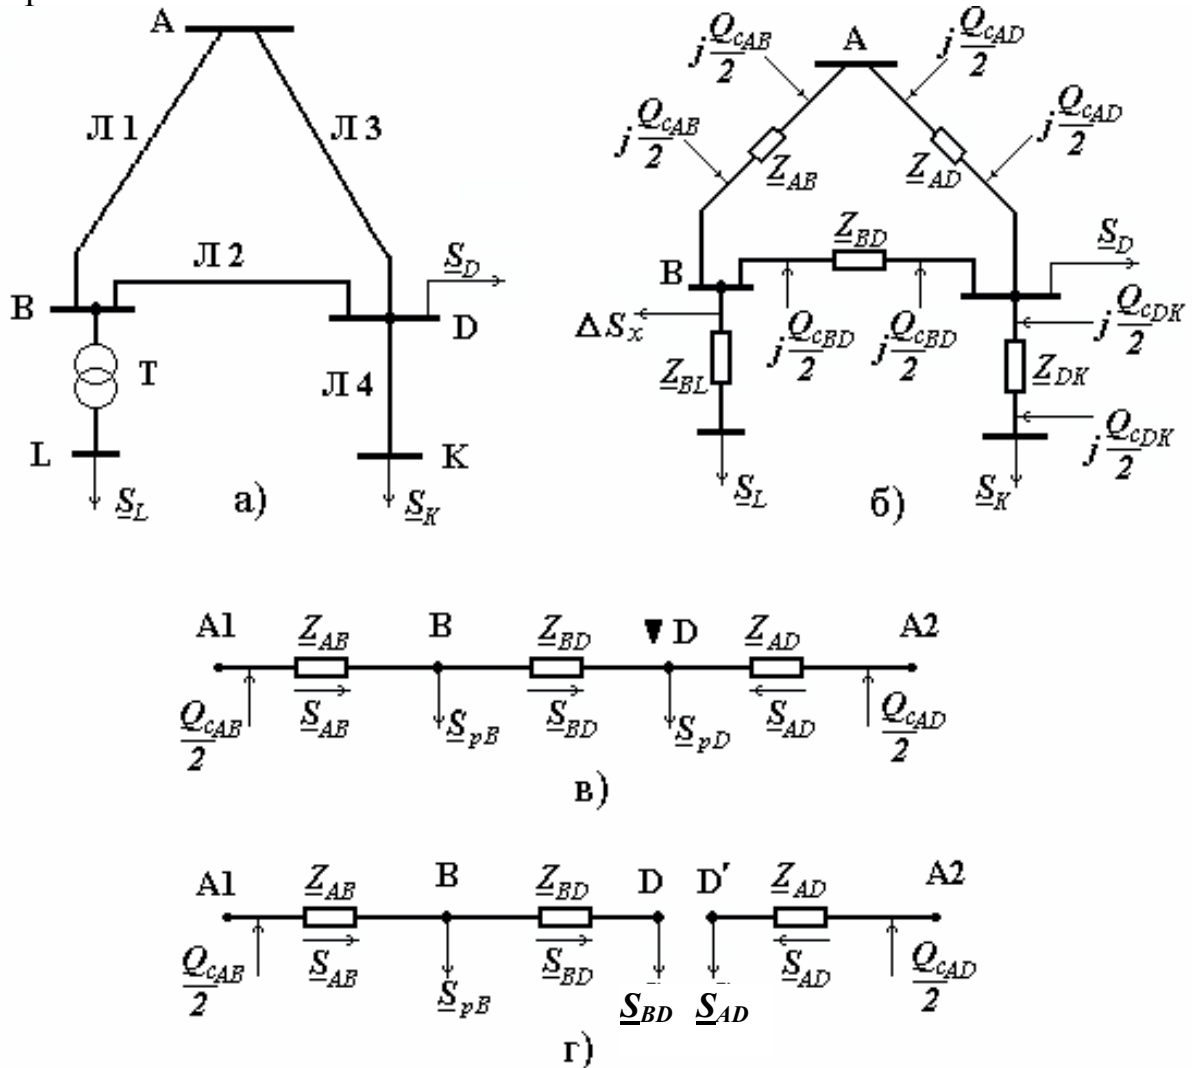
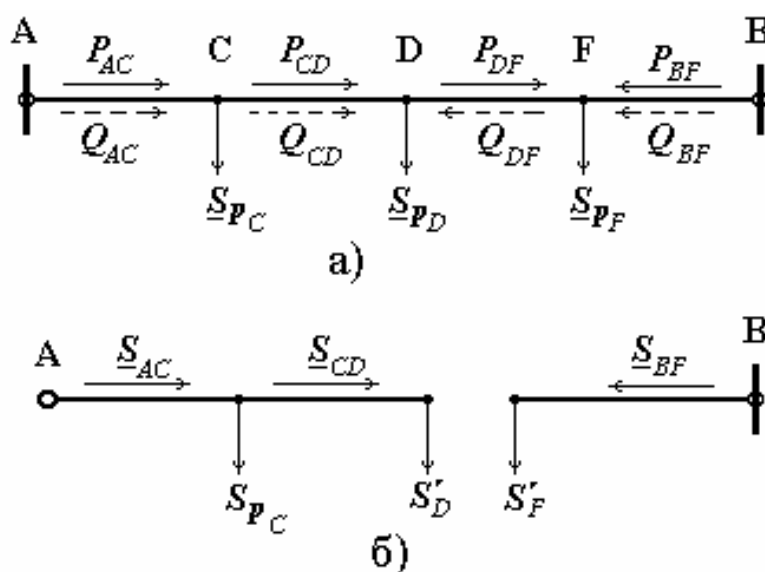

Рис. 16. Кольцевая разветвленная сеть:
Рис. 17. Уточнение потокораспределения в сети:
Для упрощения схем замещения замкнутых сетей с номинальным напряжением, не превышающим 220 кВ, вводят понятие расчетной нагрузки. Смысл этого понятия легко уяснить на примере сети, изображенной на рис. 16. Сеть содержит один замкнутый контур, образованный линиями Л1, Л2, Л3 напряжением 110 и 220 кВ (рис. 16,а). Полная схема замещения данной сети показана на рис. 16,б. Эта схема замещения может быть приведена к более простому виду (рис. 16,в), если мысленно разделить ее по источнику питания А и ввести расчетные нагрузки  $\underline{S}_{PB}$  и  $\underline{S}_{PD}$ , которые соответственно равны:
1. Представляют замкнутый контур в виде линии с двухсторонним питанием (рис. 16, в), напряжения источников питания при этом равны  $\underline{U}_{A1} = \underline{U}_{A2}$ .
Если линию с двухсторонним питанием мысленно разрезать по точке раздела мощностей, то найденное в ней распределение мощностей не изменится. Схема, изображенная на рис. 16, г, состоит из двух независимых частей, в каждой из которых известны напряжения в начале линии и мощности нагрузки, причем в точке D приложена мощность  $\underline{S}_{BD}$ , а в точке D' - мощность  $\underline{S}_{AD}$ , сумма их равна  $\underline{S}_{pD}$ . Дальнейший расчет сети осуществляется так же, как для разомкнутых сетей методом последовательных приближений. Иногда в результате расчета потокораспределения получаются две точки раздела мощностей: одна - для активной, другая - для реактивной мощности (рис. 17, а).
В этом случае замкнутая сеть также может быть разделена на две разомкнутые (рис. 17, б), если принять, что в точках D и F соответственно включены нагрузки: